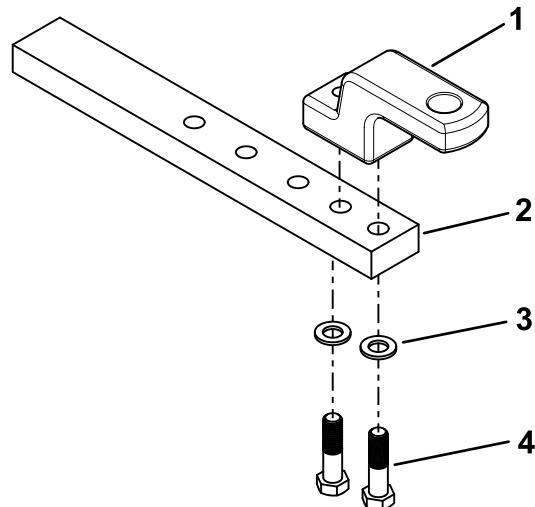

Рисунок 5
1. Прикрепите тяговую скобу к буксировочной штанге с помощью двух винтов (M18) и двух шайб (Рисунок 5).